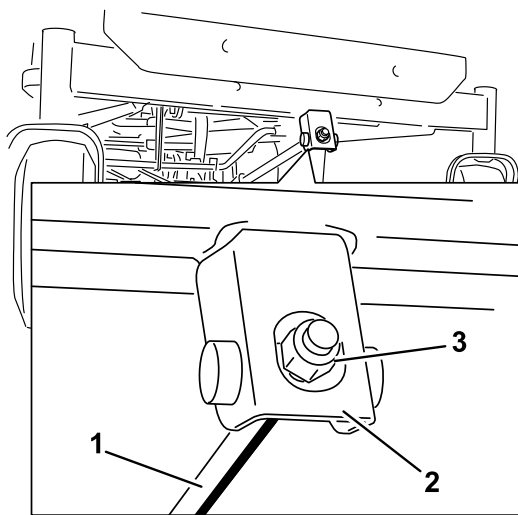

Figure 53
- Pour régler l'inclinaison avant/arrière des lames, tournez l'écrou de réglage à l'avant du plateau de coupe (Figure 53).